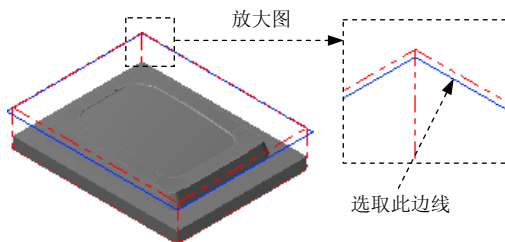

图 5.10 选取切削范围
(2) 设置加工边界。在 **边界范围** 区域中单击 **✎** 按钮, 系统弹出“串连选项”对话框。在图形区中选取图 5.10 所示的边线。单击 **✓** 按钮, 系统返回至“刀具路径的曲面选取”对话框。